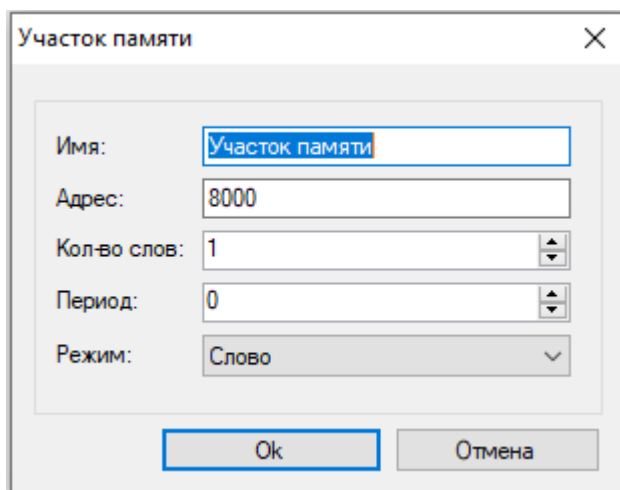

Рисунок 5.44
- вводятся параметры просматриваемого участка памяти (адрес, имя, количество, период, тип отображения) (см. рисунок 5.44);